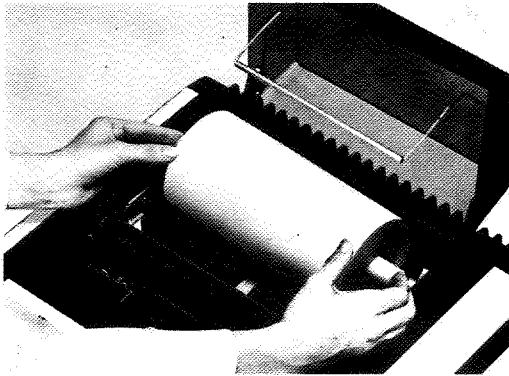

Fig. 2.2
- 3) Mettere in posizione il rullo in modo che (vedi fig. 2.2):